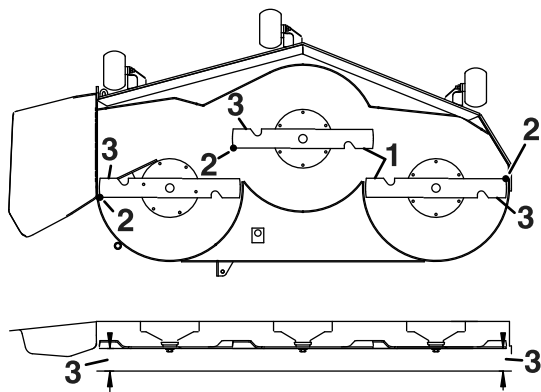

Figura 60
5. Mida entre los bordes de corte exteriores y la superficie plana (Figura 60).